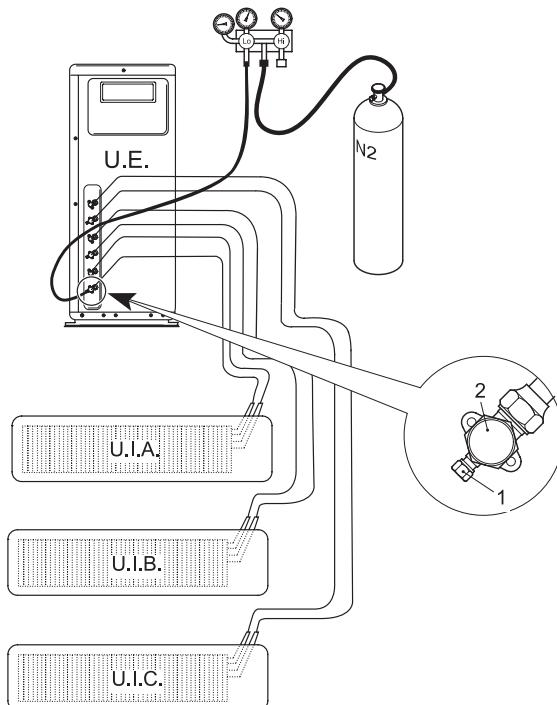

fig. 23 -
- Com as válvulas de serviço da unidade externa completamente fechadas, remova a tampa da tomada de serviço (1 - "fig. 23 -") e o tubo de enchimento (2 - "fig. 23 -") da válvula de gás (a maior)